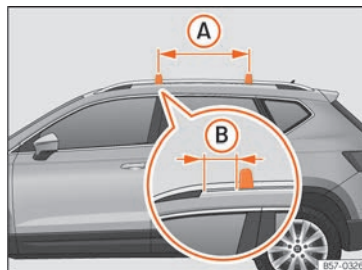

Fig. 182 Punti di fissaggio delle barre longitudinali per il portapacchi sul tetto.
Le barre trasversali vanno montate sulle barre laterali del tetto. La distanza tra le barre trasversali » fig. 182 (A) dovrà essere compresa tra i 70 e i 90 cm e la distanza dalle barre trasversali ai supporti sul tetto (B) dovrà essere di 15 cm.